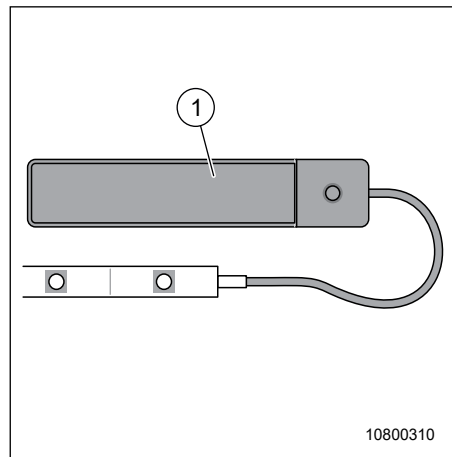

Fig. 153 Bande LED avec pile
1. Glisser le couvercle (Fig. 153, pos. 1) vers la gauche et l'enlever.
3. Remettre en place le couvercle (Fig. 153, pos. 1) et le glisser vers la droite.